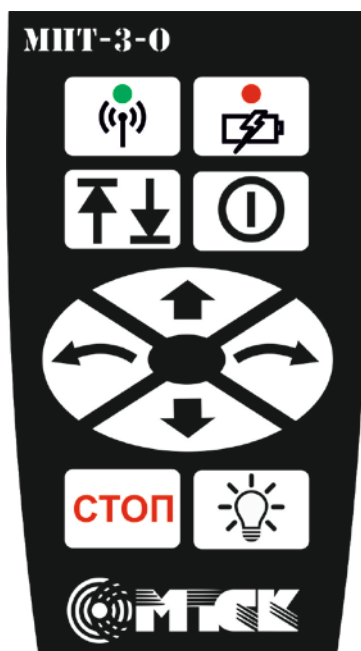

Рисунок 4.
2.2.5 **Беспроводной пульт дистанционного управления с радиоканалом** частично дублирует функции ПКУ (рис. 4). Радиопульт поставляется по отдельному заказу.